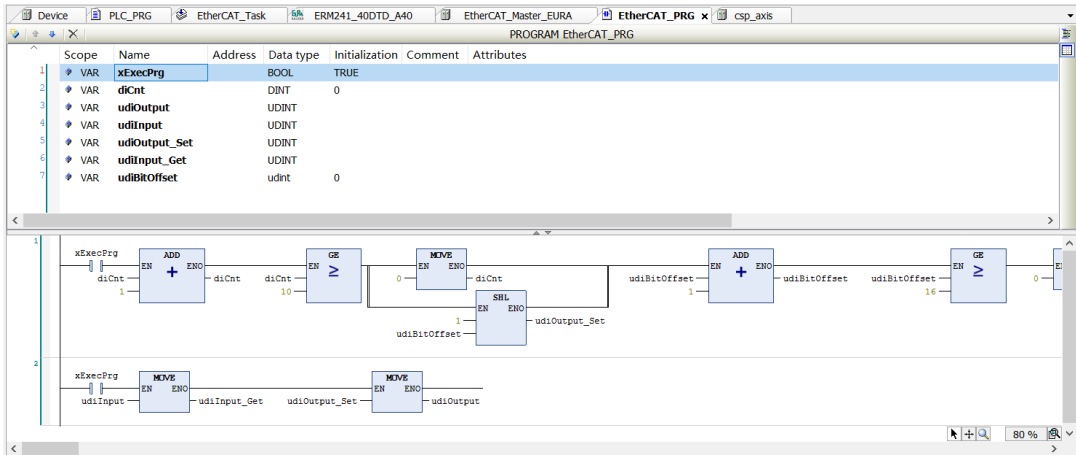

图 18 编写代码
1. 编写代码：ERM241 有 16 个输出，这里将编写一个流水灯程序，使用 LD（梯形图）编程语言，见图 18。